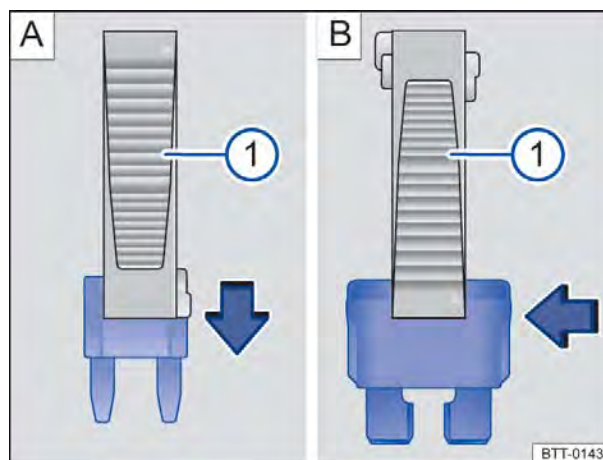

Fig. 243 Remover ou instalar um fusível com a garra da pinça de plástico ①.
- Se necessário, retirar a pinça de plástico ⇒ Fig. 243 ① da cobertura da caixa de fusíveis.
- Em caso de *fusíveis pequenos*, encaixar a garra ① por cima ⇒ Fig. 243 A.
- Em caso de *fusíveis maiores*, empurrar a garra ① lateralmente sobre o fusível ⇒ Fig. 243 B.
- Caso o fusível esteja queimado, substituir o fusível por um novo da *mesma* intensidade (mesma cor e inscrição) e do *mesmo* tamanho ⇒ ①.